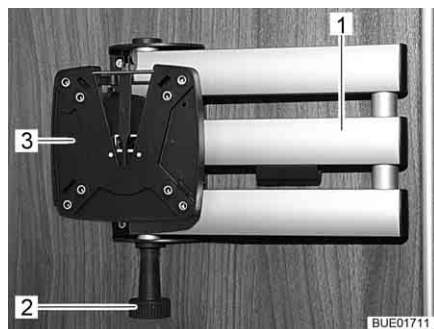

Fig. 90 Soporte con brazo articulado
- Tirar del botón de desbloqueo (Fig. 90,2). El brazo articulado (Fig. 90,1) estará desbloqueado.
- Girar la pantalla plana de regreso a la posición inicial hasta que se oiga engatillar el soporte (Fig. 90,3) en el bloqueo.